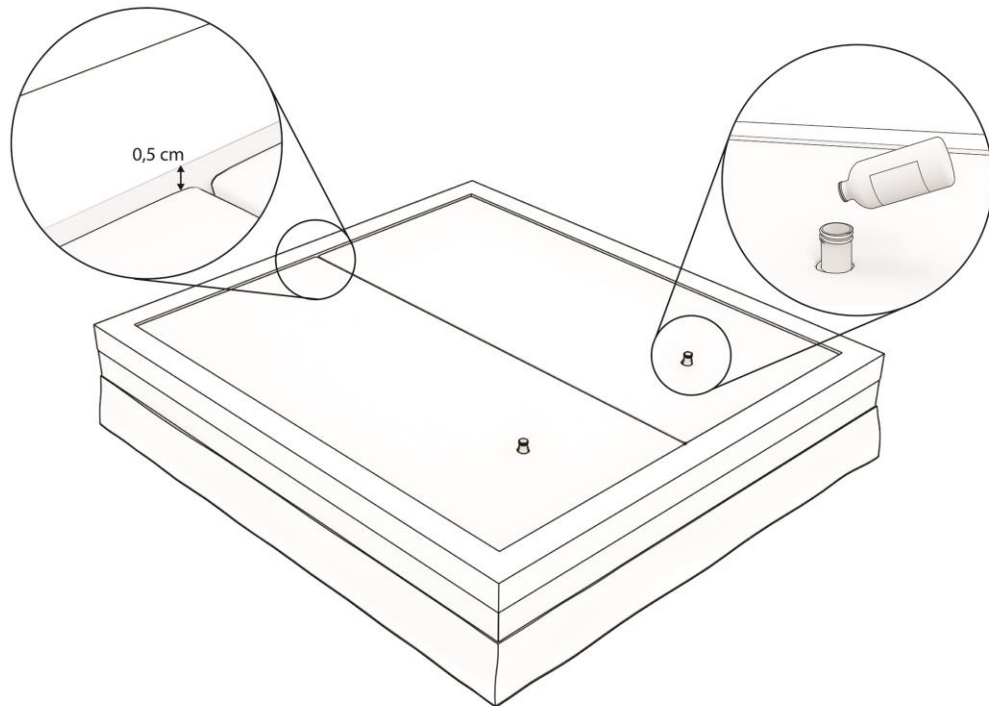

Abbildung 18: Wassermatratze bis 0,5 cm unterhalb des Schaumstoffrandes gefüllt und in beiden Matratzen Konditionierer hinzugefügt
- ⚠ **Achtung:** Nachdem Sie die Matratze(n) gefüllt haben, müssen Sie den Wasserbett Konditionierer hinzufügen. Siehe Abbildung 18.
- ⚠ **Achtung:** Achten Sie beim Füllen darauf, dass alle Falten und Knicke in der Matratze zu den Ecken hin geglättet bzw. gedehnt werden, wie in Abbildung 18 dargestellt.
- ⚠ **Achtung:** Wenn Sie Ihr Bett zum ersten Mal füllen, ist es ratsam, die Matratze bis etwa 0,5 cm unter den Schaumstoffrand zu füllen. Siehe Abbildung 18.